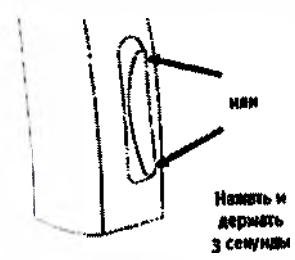

Рисунок 17 – Заглушение СА
2.1.9.1 Нажмите и удерживайте кнопку-переключатель не менее 3 секунд для перевода аппарата в режим ожидания. Нажимать можно на любую часть кнопки-переключателя (рисунок 17)